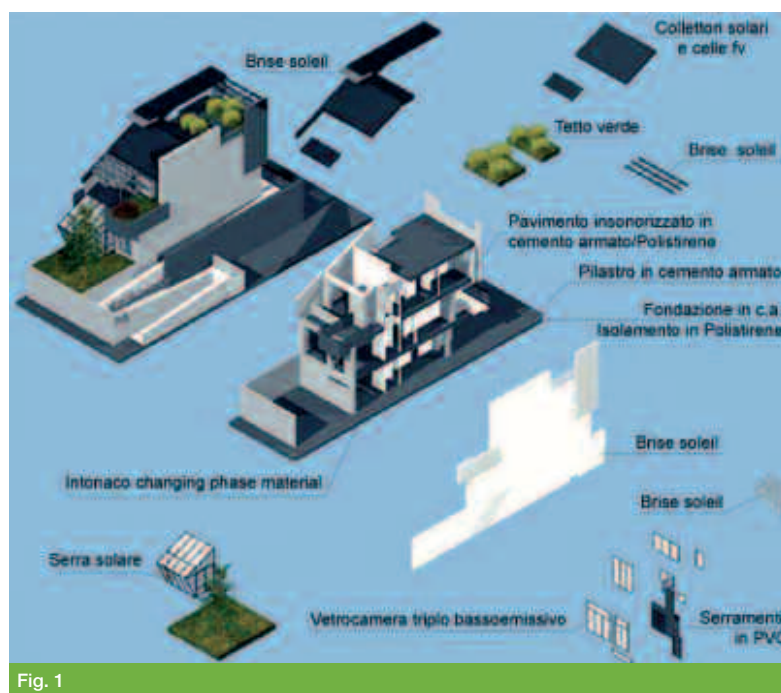

Fig. 1
Il progetto "Casa 2 Litri" è stato ufficialmente presentato l'8 febbraio 2007 alla fiera Build Up Expo di Milano. Oltre che ad illustrare le basi del progetto, è stato presentato un esempio concreto di realizzazione di sistemi e componenti edili volti a migliorare l'eco-sostenibilità degli edifici. È stato presentato infatti, grazie all'idea dello studio Arkit&Partners di Bologna, un esempio concreto di "Casa 2 Litri" in corso di realizzazione presso il comune di Ozzano dell'Emilia (BO). Come mostrato in Fig. 1, sono previsti 5 moduli abitativi (per un totale di 400 m² di superficie utile) e un centro didattico in cui oltre all'aspetto eco-compatibile viene considerato anche quello estetico: serre e loggiati, giochi di ombre e luci, dosaggio di pieni e vuoti valorizzeranno la prima casa da 2 litri.